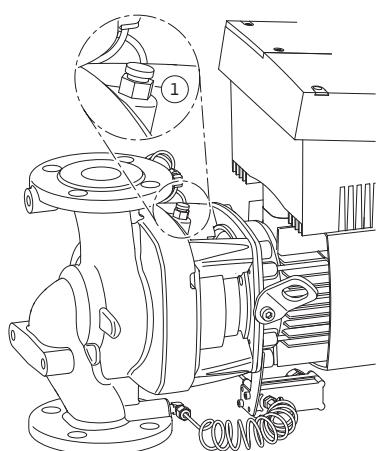

Fig.45: Zawór odpowietrzający
- Pompy należy odpowietrzać poprzez poluzowanie zaworów odpowietrzających (rys. 45, poz. 1.). Praca na sucho prowadzi do zniszczenia uszczelnienia mechanicznego pompy. Nie wolno odpowietrzać czujnika różnic ciśnień (ryzyko zniszczenia).